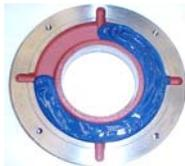

Figura 7.2: Anel de fixação externo do mancal
- Preencher  $\frac{3}{4}$  do depósito dos anéis de fixação interno e externo com a graxa recomendada (Figura 7.2) e lubrificar o rolamento com quantidade suficiente de graxa antes de montá-lo;